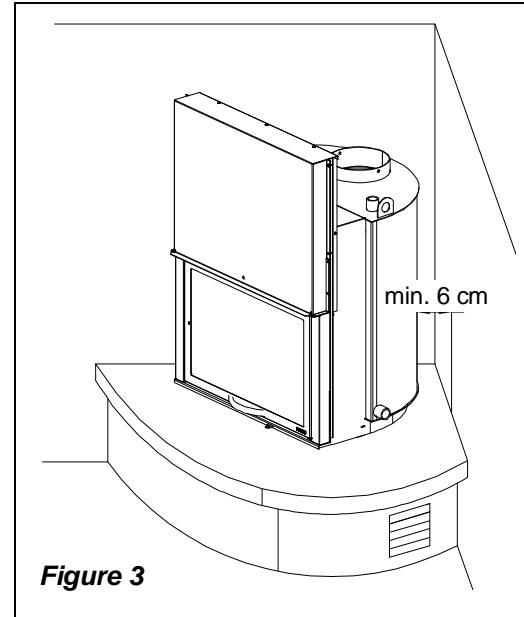

Figure 3
- toujours laisser au moins **6 cm** de vide d'air entre la cheminée et les parois (voir Figure 3 - Figure 14 - Figure 15)